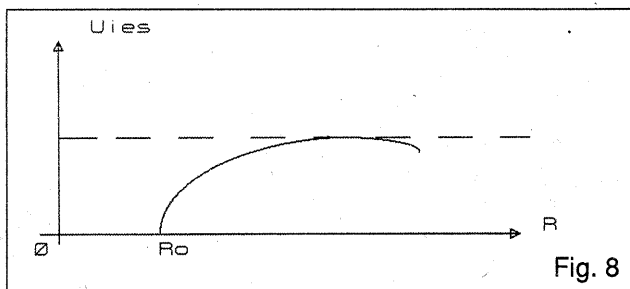

Fig. 8
Amplitudinea oscilației crește până când A scade, datorită intrării în neliniaritate a intrării (12). În fig. 8 se arată calitativ cum variază U_{ies} cu modificarea rezistenței R. Dacă $R < R_0$, oscilațiile nu apar, dacă $R > R_0$, U crește cu R, și se plafonează la o valoare maximă.